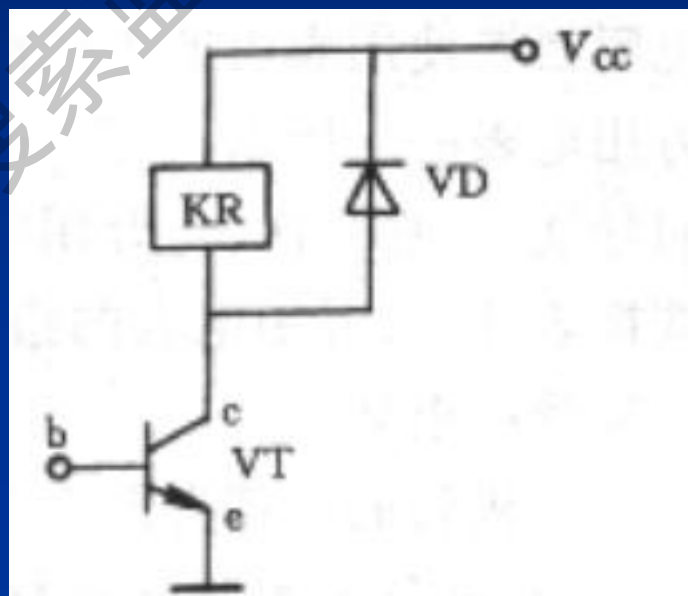

图 10—8 电磁式继电器常用的驱动电路
①PTC常温检测:在常温下,用万用电表的 $R \times 1$ 档检测PTC两个引出端。正常电阻值为十几 Ω 。如 $R=0$ 或 ∞ ,都表明PTC器件损坏。如果PTC器件的温度升高到居里点以上,则PTC器件的电阻值将增大到几百 $k\Omega$ 以上。
②PTC控制功能检测:用图10—5所示的电路。将PTC起动继电器与一只60w左右的白炽灯串联后接通220v交流电源。刚通电时,灯泡最亮,几秒钟内灯逐渐转暗。如果灯泡的状态一直不变(一直亮或一直不暗),则说明PTC起动继电器已损坏。
③更换原则:应注意PTC器件的主要参数。一是常温下的直流电阻值应接近;二是其居里点;三是它的电功率应大于或等于原PTC器件。
④用PTC替换重锤式起动继电器:改变压缩机电机的连接线。电机的运行绕组直接接电源(将原接起动继电器线圈的两根线短接),而将PTC起动继电器接在原起动继电器常开触点的位置上。接好后,再通电试运转,如能顺利完成启动功能,则可替代原重锤式起动继电器。
化霜定时器有四个接头。其中两个接头是定时电机引出线，另两个是电触点。正常时，定时器直流电阻值在 $7k\Omega$ 左右。化霜定时器的电触点相当于一个单刀双掷开关，其接线如图10—6所示。如C—B之间通($R=0$)，则C—D之间应断($R\rightarrow\infty$)。再将其手控钮顺时针旋转出现一声“嗒”的声音时停止旋转。此即为化霜位置。在此时测量应该是C—B之间断($R\rightarrow\infty$)，而C—D之间通($R=0$)。如果再将手控钮顺时针旋转很小一个角度，又会出现“嗒”的一声。这时，又恢复到C—B通，C—D断的状态。
① 热敏电阻特点：新型电冰箱控制电路中的温度传感器普遍使用的是负温度系数的热敏电阻。
② 电桥检测法：常用的温度检测电路为如图10—7所示的电桥电路。其中RT是负温度系数的热敏电阻，R1、R2、R3是定值电阻(与温度无关)。a、b接某一个放大电路(如电压比较器的两个输入端)。RT作为电桥的一个臂。当温度变化时，RT的电阻值会变化，从而引起电路中a点的电位发生变化。
在图10—7中，当温度升高时，RT减小，使a点电位升高(RT两端电压减小)；反之，a点电位则降低。
电磁式继电器主要由线圈和电触点两部分组成。它在电子控制电路中常作为执行器件，对电机、加热器、电磁阀等实施直接控制。由于一般的集成电路(除专用驱动集成电路外)不能直接驱动继电器，所以通常都采用电流放大元件来驱动继电器线圈。常用驱动方式如图10—8所示三极管VT工作在开关状态，相当于一个电子开关。当它的基极得高电平信号时，三极管导通继电器线圈通电吸合，电触点转换。而电触点总是串联在负载(控制对象)回路中。
一位LED数码管中7个笔段各由一个发光二极管担当。这7个发光二极管有共阴极和共阳极两种接法。测量每一个笔段发光二极管的方法与测量单个发光二极管相同。用图10—9所示电路测试时，对于共阴极接法的LED数码管，将公共阴极与外接干电池的负极相接，万用电表黑表棒依次测各笔段引出线，在正向导通的同时，可以看到对应笔段发光。如某个笔段不通或不亮，则说明这一笔段的发光二极管已坏。对于共阳极接法的LED数码管，则将公共阳极与万用电表黑表棒相接，LED发光二极管的笔段引出线与外接干电池的负极接触。判断好坏的方法与共阴极接法的LED数码管相同。
由数字集成电路接成的R—S触发器及电压比较器。因为是集成电路，所以无法在断电状态下用万用电表的直流电阻档检测其好坏。只有接在电路中，根据该集成电路的功能，通过测直流电压的方法来判断它是否正常。下面以电冰箱冷冻室化霜控制电路为例(图10—10)，来说明R—S触发器和电压比较器的检测方法。
① R—S触发器检测方法：用二输入端与非门接成的R—S触发器是用负脉冲触发的。图10—10中的两个与非门是CMOS数字集成电路CD4011的一半。CD4011的8脚是R端；13脚是S端。R-S触发器输出端和输入端之间满足表5-3所列的真值表。即 $R=0, S=1$ 时，输出低电平($Q=0$)； $R=0, s=0$ 时，输出高电平($Q=1$)。利用这一逻辑关系，可在电路上检测。实际测量时，用万用电表的直流电压档，检测CD4011的8脚、13脚和11脚的电压。当8脚为低电平($R=0$)，13脚为高电平($s=1$)时，11脚应为低电平($Q=0$)。当8脚为高电平($R=1$)，13脚为低电平($s=0$)时，11脚应为高电平($Q=1$)。如果符合这一关系，则该R—S触发器是好的，否则只能更换。
② 电压比较器检测方法：要判断电压比较器的好坏，也只要用万用电表的直流电压档测量。由于电压比较器的同相端电位高于反相端时，输出高电平；反之，如同相端低于反相端，则输出低电平。在实际测量时，只要测LM339的9脚、8脚和10脚的电位。如9脚高于8脚，则10脚输出低电平(接近于0)。符合这一规律的，是好的。否则，便是集成电路内部损坏，只能更换。